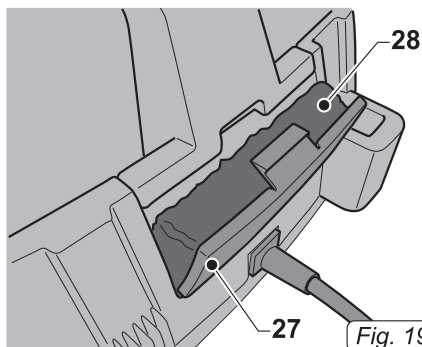

Fig. 19
- Entfernen Sie den Filterschwamm (28 Abb.19) aus der Klappe (27 Abb. 19) und reinigen Sie ihn mit einem Luftstrahl.